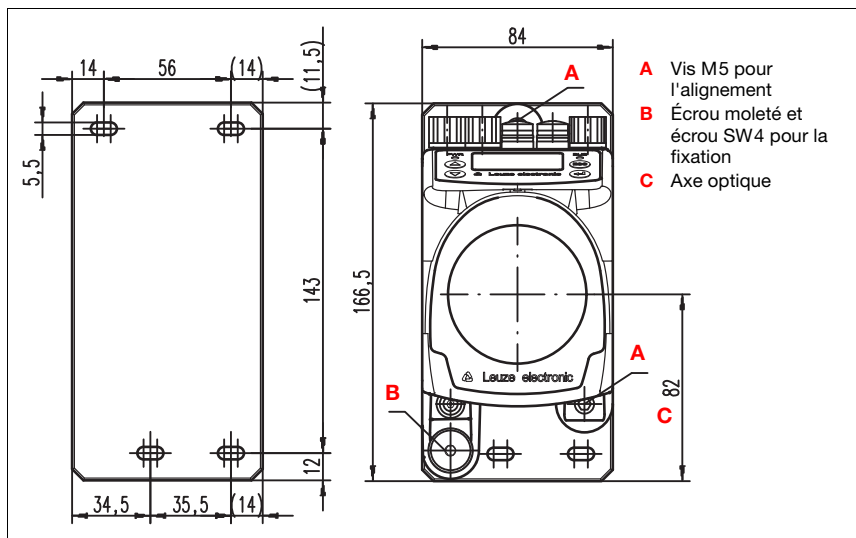

Figure 5.2 : Montage de l'appareil
Le spot laser est aligné de façon à ce qu'il tombe toujours au milieu du réflecteur, que ce soit à la distance de mesure minimale ou maximale. **Pour l'alignement, utilisez les deux vis M5 à six pans creux (« A » sur la figure 5.2).** Pendant l'alignement, veillez à ce que l'écrou moleté et le contre-écrou soient bien ouverts (« B » sur la figure 5.2).
*Pour que l'alignement du système laser de mesure ne se dérègle pas en régime permanent, serrez ensuite l'écrou moleté à la main et bloquez bien la fixation à l'aide de l'écrou SW4 (« B » sur la figure 5.2). L'écrou moleté et l'écrou ne doivent être serrés qu'après alignement.*